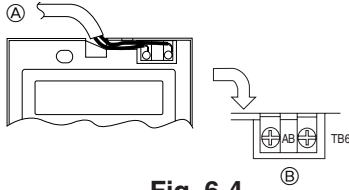

Fig. 6-4
2) Bağlantı işlemleri (Fig. 6-4)